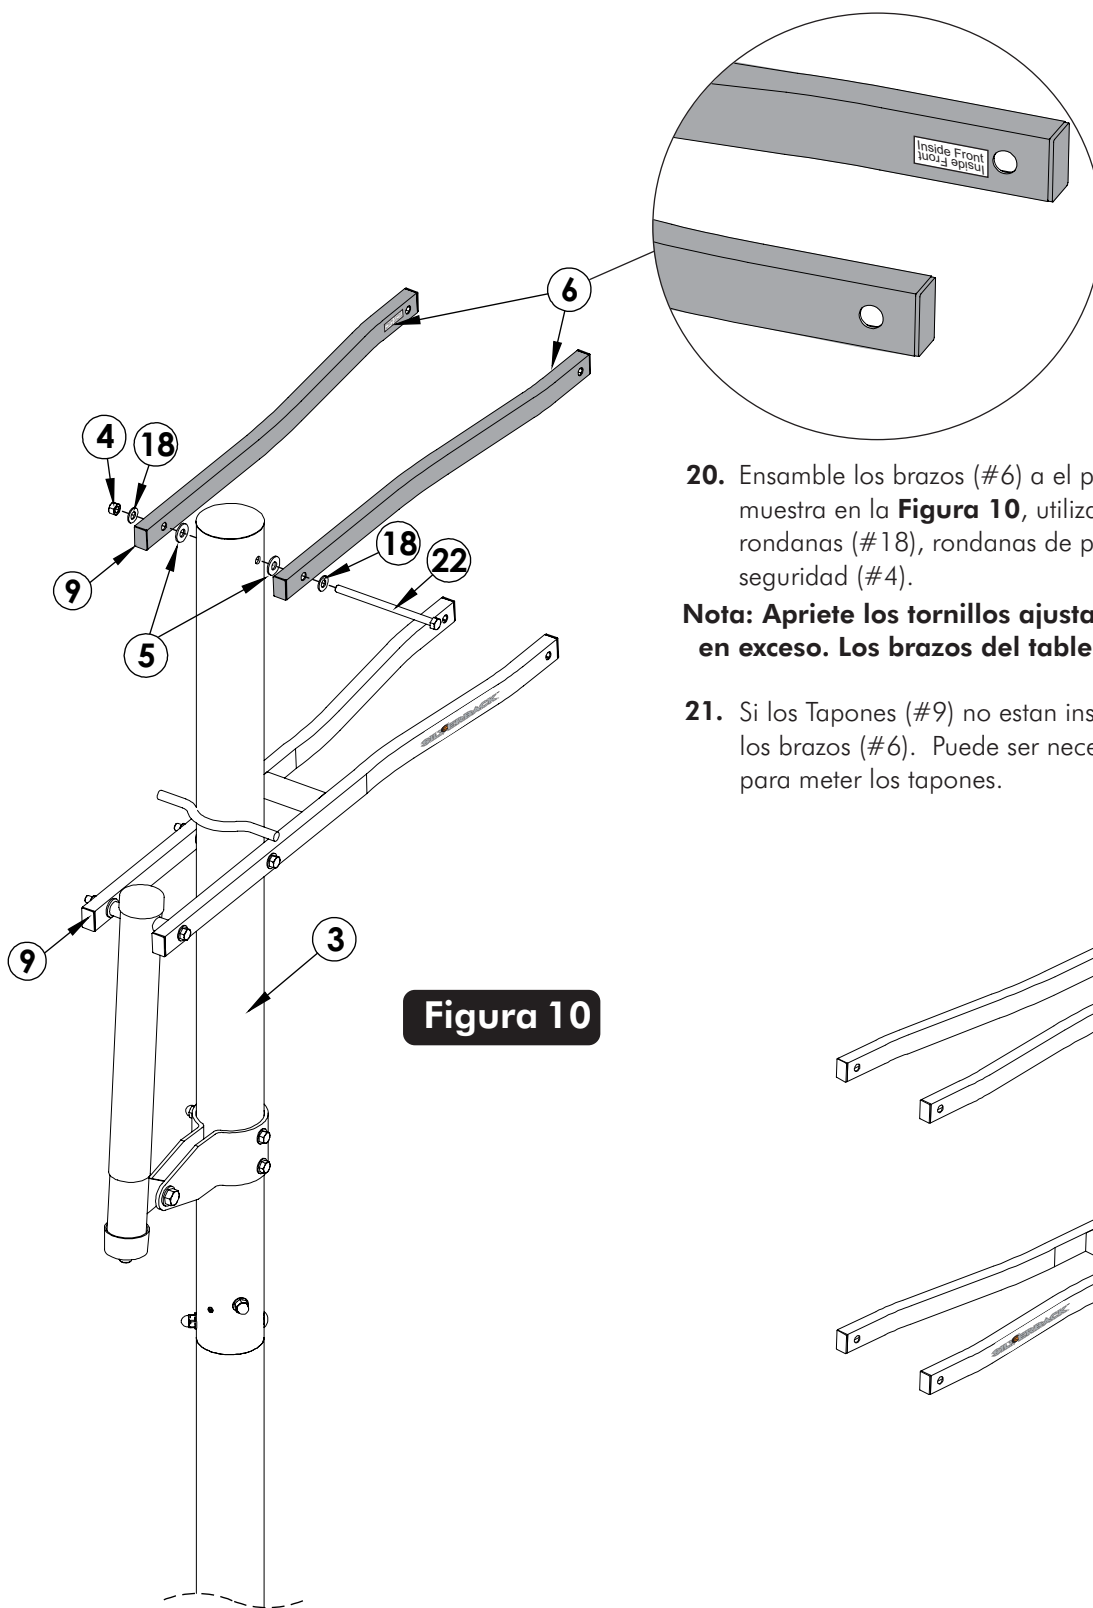

Figura 10
20. Ensamble los brazos (#6) a el poste superior (#3), como se muestra en la **Figura 10**, utilizando un tornillo (#22), dos rondanas (#18), rondanas de plástico (#5) y una tuerca de seguridad (#4).